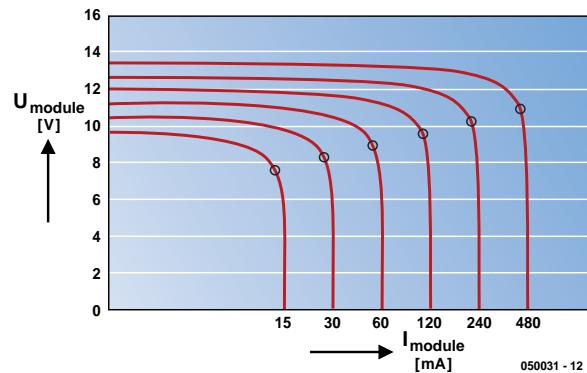

Figure 3.
Si l'on introduit U sur I , on obtient les courbes représentées en **figure 3**. La luminosité croît du coin inférieur gauche vers le coin supérieur droit. En l'absence de charge on peut dériver sur la cellule une tension à vide qui est, dans le cas de cellules au silicium, légèrement inférieure à 0,6 V (niveau d'éclairage de 1 000 W/m², température proche de 25 °C). Si l'on court-circuite la cellule on a circulation d'un courant de court-circuit (théorique). La puissance maximale s'obtient aux points rehaussés; on parle de MPP (Maximum Power Point). Sur un module, les cellules sont prises tant en parallèle qu'en série, ce qui se traduit par des tensions et de courants de sortie plus importants. On obtient, selon les types de cellule et de module, entre 80 à 150 W par m² de surface, ce qui correspond à un rendement énergétique de 8 à 15%. Toute augmentation de température diminue la puissance du module (de 0,2 à 0,5% par °C typique). Plusieurs modules permettent de construire des générateurs plus puissants.
- dans le cas d'une tension de batterie très inférieure à la tension nominale du module, que l'on utilise un diviseur de tension ou autre électronique similaire. On peut connecter un module 12 V directement à un accu de 3 V sans que ce dernier ne courre de danger (cf. figure 3). le module solaire 12 V ne fonctionne pas alors en source de tension à tension de sortie constante de 12 V mais en source de courant. Tout ce qui se passe est que le module est forcé de travailler sensiblement en deçà de sa caractéristique.